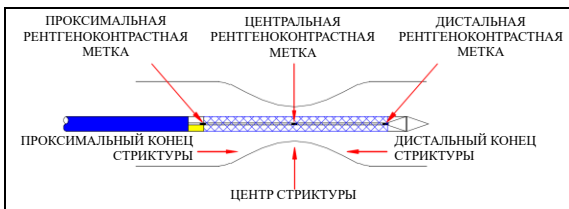

Рис. 4
- Когда центральная рентгеноконтрастная метка достигнет центра стриктуры, продолжайте оттягивать Y-образный соединитель назад, пока стент не будет полностью установлен (см. рис. 4, 5).
- d) Когда центральная рентгеноконтрастная метка достигнет центра стриктуры, продолжайте оттягивать Y-образный соединитель назад, пока стент не будет полностью установлен (см. рис. 4, 6).